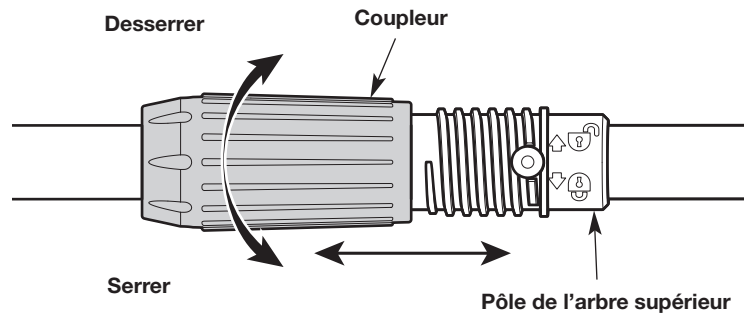

Fig. 2
3. Faites glisser le coupleur sur la tige de la perche supérieure. Tournez le coupleur dans le sens des aiguilles d'une montre pour le visser solidement sur la tige de la perche supérieure (Fig. 2).
1. Tournez le coupleur dans le sens inverse des aiguilles d'une montre pour le dévisser de la perche supérieure (Fig. 2).